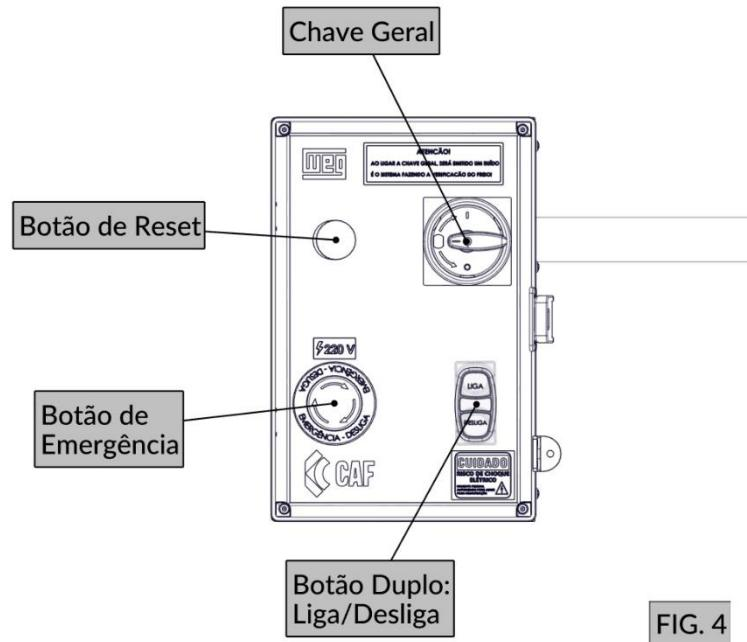

FIG. 4
Todas os sistemas listados acima estão localizados no painel de comando (FIG. 4) da Serra-Fita.
2. Ligue a chave geral (FIG. 4);
3. Verifique se o botão de emergência (FIG. 4) está destravado;
4. Pressione o botão de reset (FIG. 4) para liberar o açãoamento da máquina.
1. Com a máquina devidamente montada, higienizada e energizada, aperte o botão liga/desliga (FIG. 4) para realizar o açãoamento da máquina.
- Desligue a Chave Geral (FIG. 4).